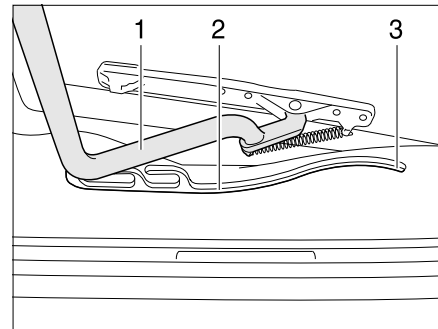

Bild 88 Heki-Dachhaube, Führung
■ Den Bügel (Bild 88,1) in den Führungen (Bild 88,2) bis in die hinterste Position (Bild 88,3) ziehen.
Schließen: ■ Den Bügel (Bild 88,1) mit beiden Händen leicht nach oben drücken.
- Den Bügel in den Führungen (Bild 88,2) bis zur gewünschten Stellung ziehen.